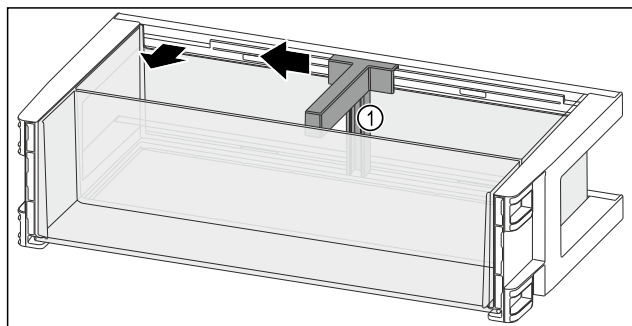

Fig. 115
- Flaschenhalter Fig. 115 (1) bis zur Aussparung zur Seite schieben.
- Flaschenhalter Fig. 115 (1) entnehmen.